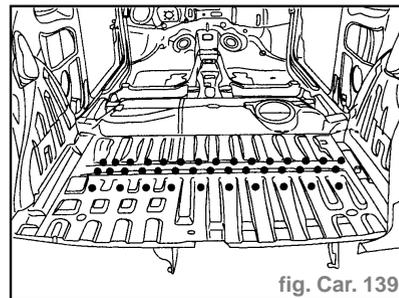

fig. Car. 139
- Souder par points électriques (avec l'équipement FA1) (fig. Car. 139).